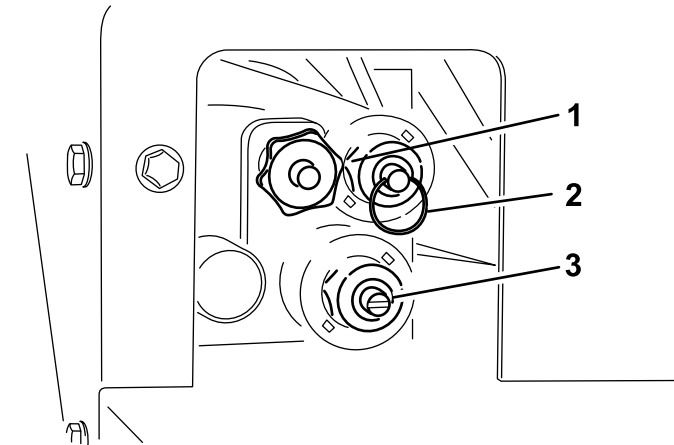

Рисунок 26
Органы переключения на ручное управление расположены на блоке управления гидравликой со стороны водителя (Рисунок 26).
- Для регулировки скорости движения транспортера (Рисунок 26) необходимо повернуть ручку по часовой стрелке. В
- Чтобы поднять бункер (Рисунок 26), нажмите на кольцо на штоке клапана.
- Чтобы опустить бункер (Рисунок 26), вытяните наружу кольцо на штоке клапана.
- Для регулировки скорости вращения разбрасывателя (Рисунок 26) необходимо использовать шлицевую отвертку. Вращение ручки по часовой стрелке приводит к увеличению скорости, вращение против часовой стрелки — к уменьшению скорости.